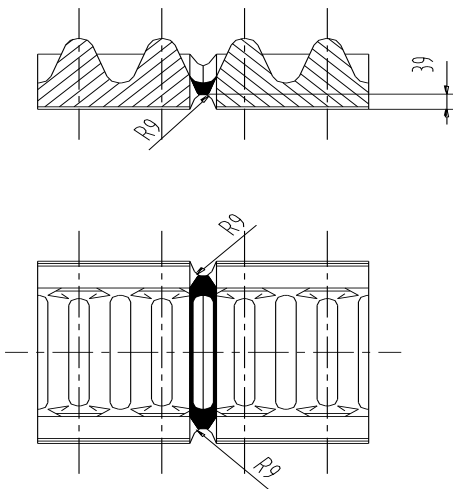

Рисунок 6-11. Требования к размерам при удалении корня шва задней части
2. После удаления корня шва размеры и форма должны соответствовать, как показано на рисунке (рисунок 6-11).